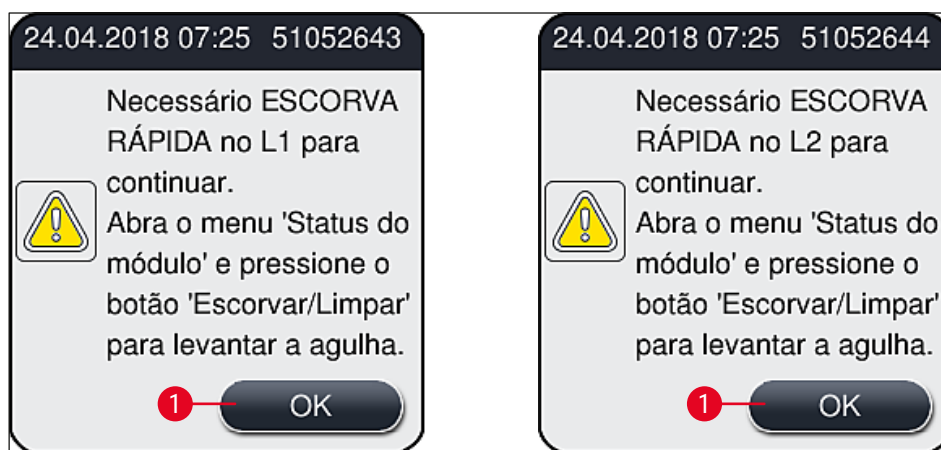

Fig. 51
- ① Após completar a fase de inicialização, o menu principal (→ Fig. 19) aparece na tela e o usuário é informado (→ Fig. 51) que é necessário uma **Escorva rápida** para a linha da lamínula em uso. Confirme as mensagens pressionando **OK** (→ Fig. 51-1) e siga as instruções subsequentes (→ P. 122 – 7.3 Preparação do sistema de mangueira para escorva e limpeza).